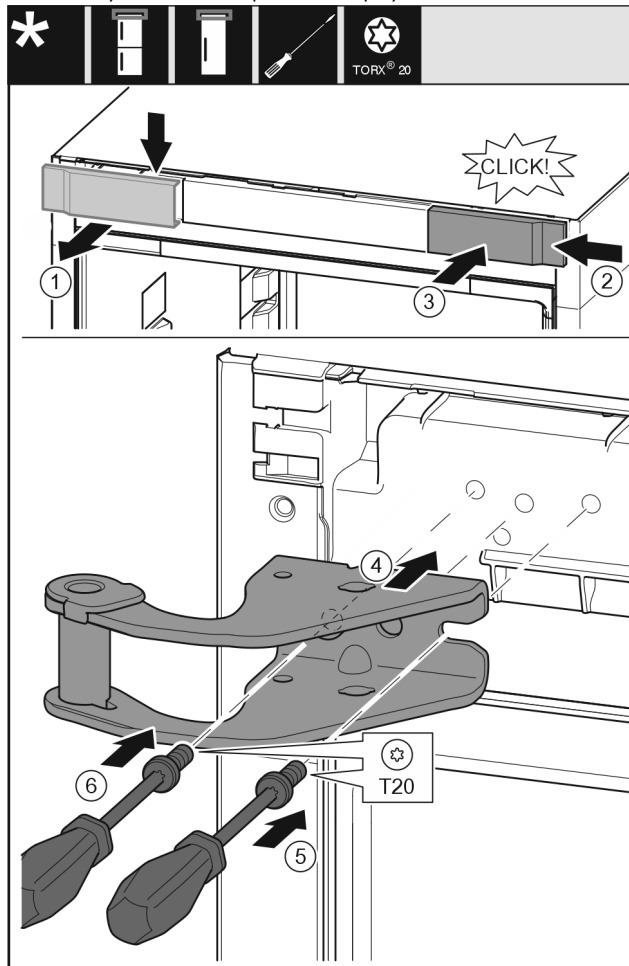

Fig. 9
- Retirar la cubierta desde arriba hacia delante. Fig. 9 (1)
- Enganchar por la derecha la cubierta girada 180° en el otro lado. Fig. 9 (2)
- Encajar la cubierta. Fig. 9 (3)
- Colocar el soporte de apoyo superior. Fig. 9 (4)
- Colocar y apretar el tornillo con el destornillador T20. Fig. 9 (5)
- Introducir y apretar el tornillo con el destornillador T20. Fig. 9 (6)